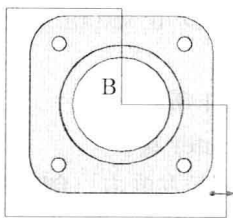

图 9-3-15
(14) 选择菜单命令“修改/移动”，单击截面对象，按 Enter 键，捕捉并单击 B 点，捕捉并单击三维模型的圆心，移动的位置如图 9-3-15 所示。